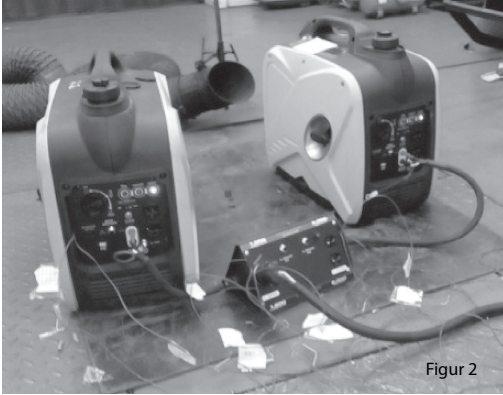

Figur 1
1. Fest parallell koblingsboks til en av de to strømaggregatene bruk. (Figur 1).